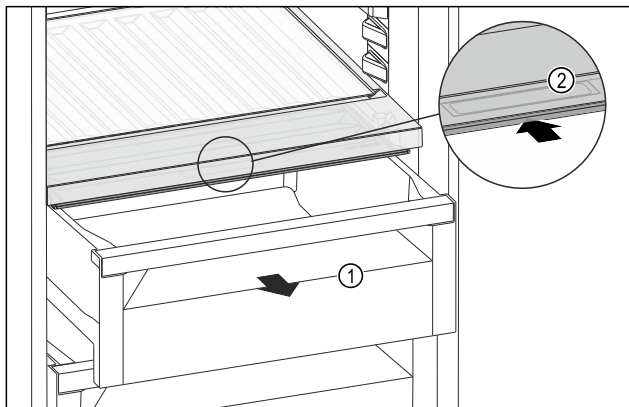

Fig. 174
- Retirer le tiroir Fig. 174 (1).
- Saisir la poignée encastrée Fig. 174 (2) du couvercle du compartiment et pousser le couvercle du compartiment vers l'arrière.